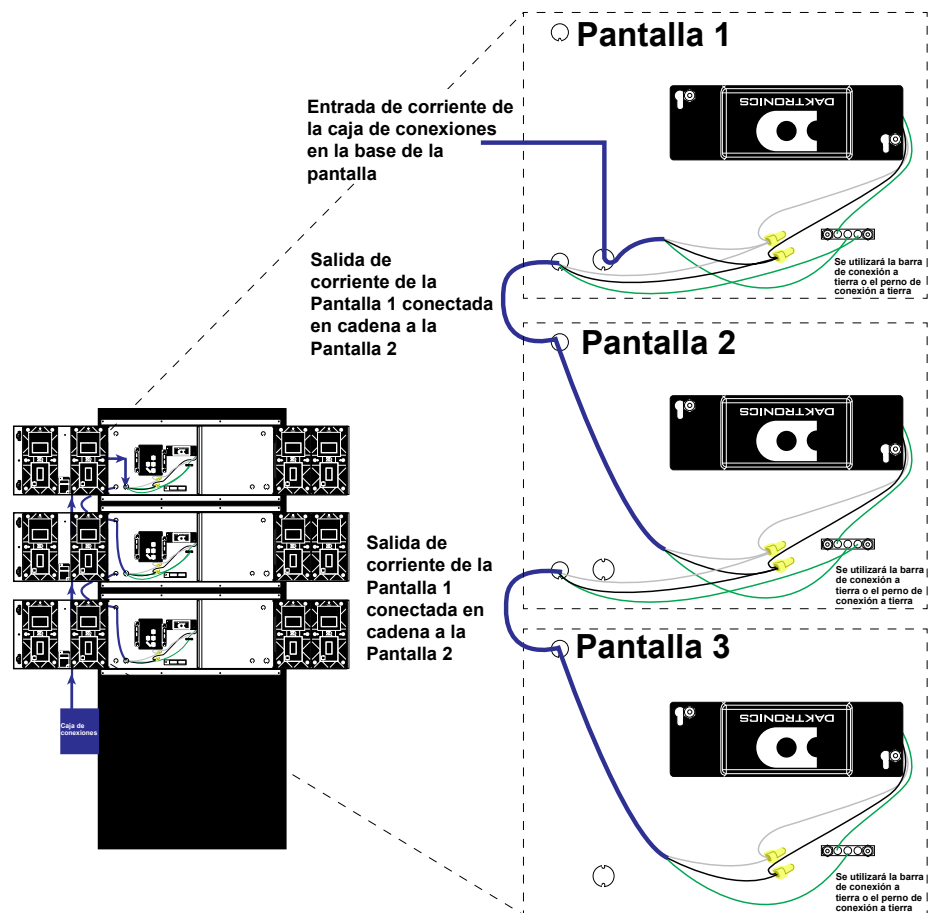
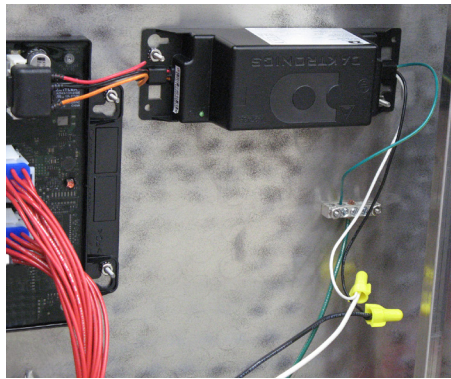
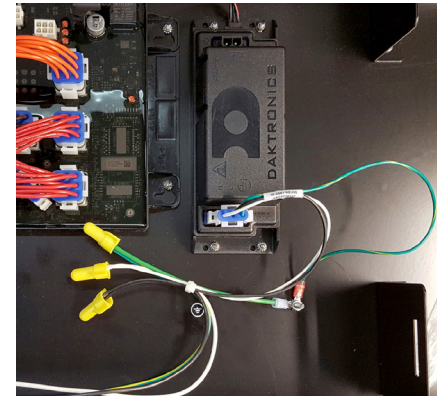

Figura 3: Conexión correcta a tierra para múltiples pantallas Fuelight
Figura 4: Conexión de energía
Figura 5: Conexión de energía con terminal de tierra
Instale las pantallas Daktronics Fuelight™ usando un circuito de dos cables más tierra. La tierra del circuito debe conectarse a una barra de bus de tierra o cable verde conectado al terminal de tierra dentro de cada pantalla Fuelight, tal como se muestra en la **Figura 3**. No conecte el neutro a tierra en el interruptor de desconexión o en la pantalla, ya que esto violaría los códigos eléctricos y anularía la garantía. Use un interruptor de desconexión de tal forma que se puedan desconectar todos los conductores sin conexión a tierra.
2. Use tuercas para cable u otros accesorios apropiados para conectar los cables de energía (vivo [negro] y neutro [blanco]) al arnés o al cable flexible de la fuente de alimentación, como se muestra en **Figura 3**, **Figura 4** y **Figura 5**.
3. Conecte el cable de tierra de la fuente de alimentación a la barra de bus de tierra, como se muestra en la **Figura 4**, o al cable verde conectado al terminal de tierra, como se muestra en la **Figura 5**.